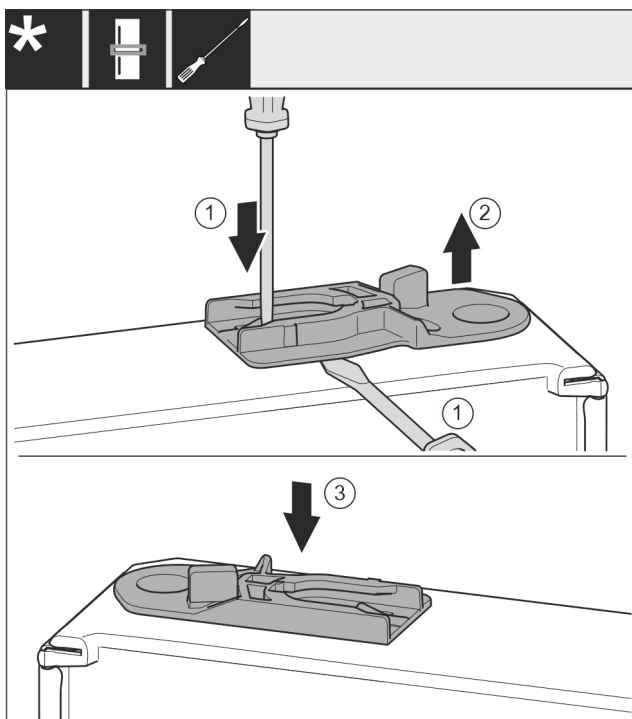

Fig. 39
- ▶ Vytáhněte vodící pouzdro: Stiskněte jazýček Fig. 39 (1) šroubovákem a současně plochým šroubovákem zajedte pod vodící pouzdro Fig. 39 (2).
- ▶ Vodící pouzdro Fig. 39 (3) přiložené v příslušenství zasuňte na druhé straně pláště.